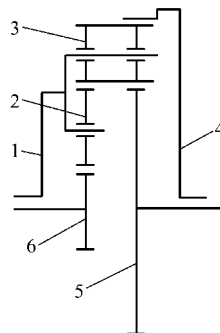

图 1-13 拉维奈式行星轮机构
(2) 拉维奈式行星轮机构 图 1-13 所示为拉维奈式行星轮机构，其前排为双级结构，后排是单级结构，前后排共用一个内齿圈和一个行星架。在行星架上，外行星轮为长行星